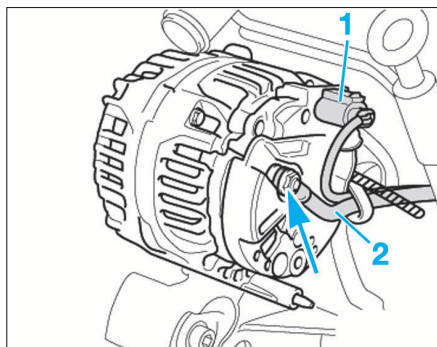

FIG. 10
- Débrancher le connecteur (1) et le câble (2) (Fig.10).